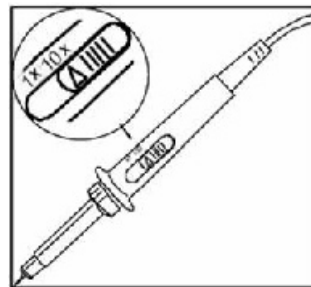

图1-5 探头衰减倍率开关设定
- ①. 将数字存储示波器探头连接到CH1输入端，并将探头上的衰减倍率开关设定为 $10\times$ （图1-5）。